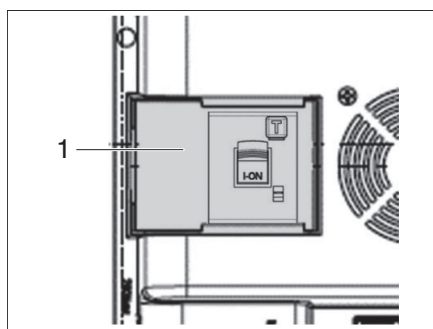

Figura 56 Fusible automático combinado de 230 voltios
El sistema de alimentación de 230 voltios (conexión externa) está equipado con un fusible automático combinado (Figura 56, 1) en la E-Box. Este incluye un dispositivo de corriente residual (FI) y protección de línea. El fusible automático combinado responde en caso de cortocircuito, corriente residual y sobrecarga en la red eléctrica.